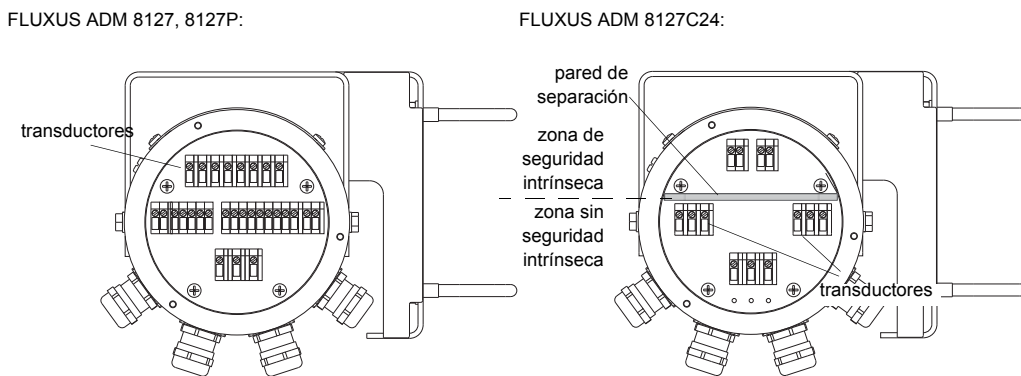

Fig. 7.4: Bornes para la conexión de los transductores (cable de prolongación)
- Conectar el alma y el blindaje correctamente en los bornes del convertidor de medición (véase Fig. 7.4 y Tab. 7.1).